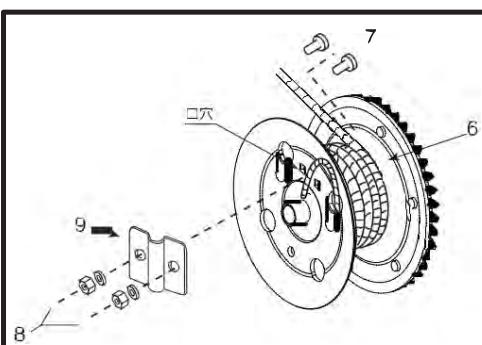

図3:ケーブル設置
1. ワイヤロープをドラムの上部に送ります(図3の6)。ワイヤロープをドラムの内側から1つの丸穴へ通し、ワイヤロープの先が2つの角穴位置から3~2mmほど的位置にくるようにします。
2. ケーブルを、留め具(図3の7、8、9)でドラムの外側に固定します。角ボルトの頭部がウインチドラムの内側にあることを確認してください。